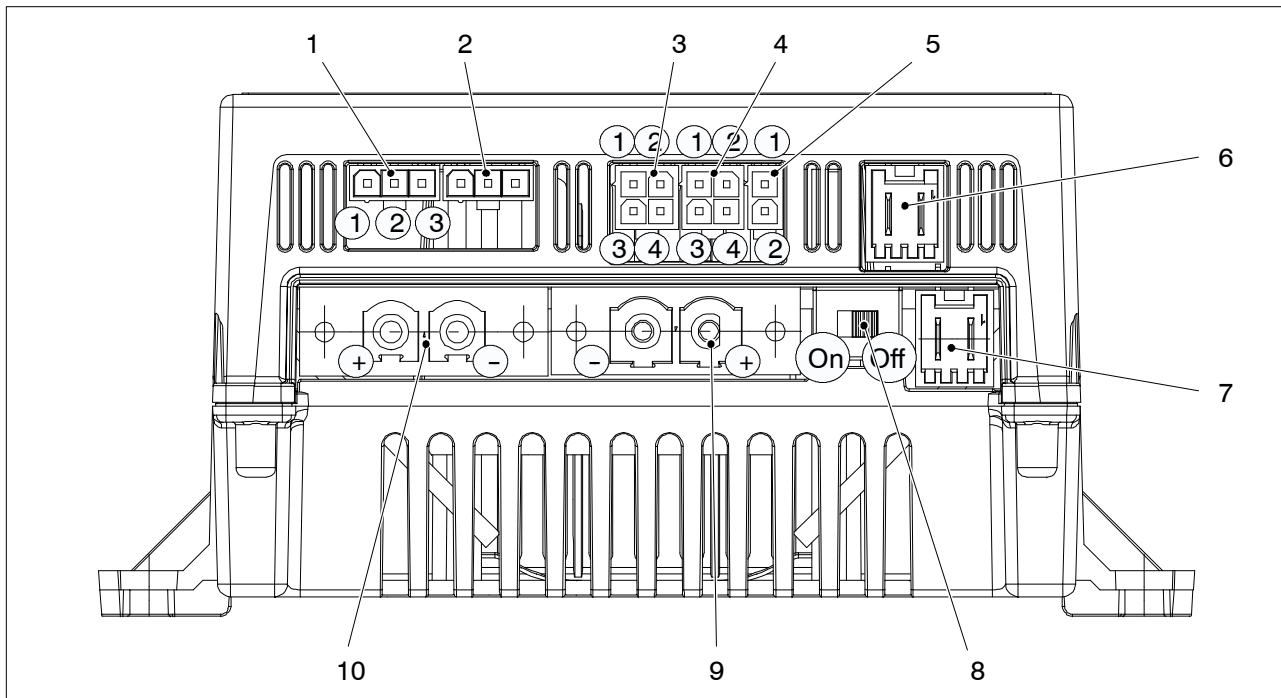

Bild 2 Anschlussfeld und BYPASS-Schalter
- ▶ Spannungsfühlerleitungen am Booster gemäß Bild 2 anschließen.
Das Abziehen der drei Stecker für die Fühlerleitungen (Bild 2 Pos. 3, 4 und 5) erfordert etwas Geschick – vor allem in beengten Einbausituationen: